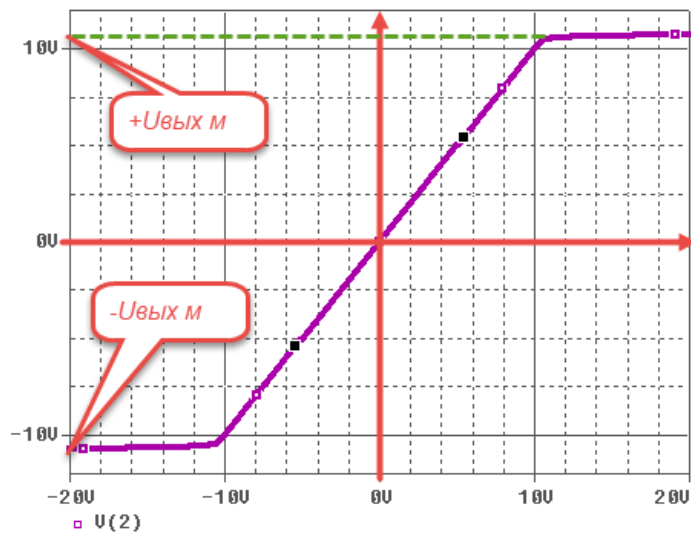

Рис.14. Передаточная характеристика
- Запустить программу расчета и получить передаточную характеристику ограничителя (рис. 14).